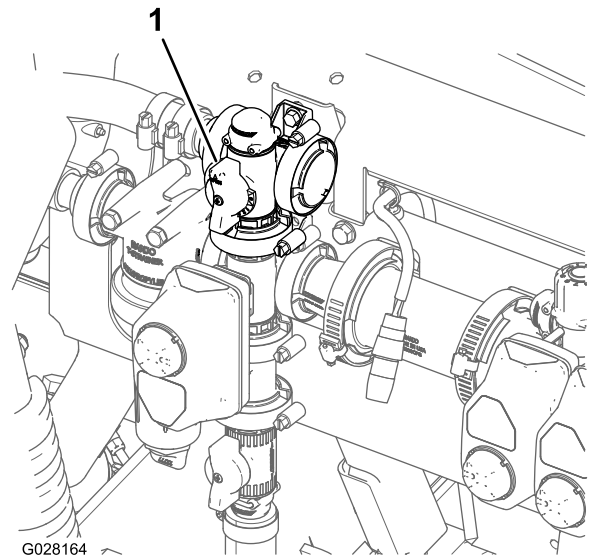

Figure 39
9. Réglez la vanne de dérivation d'agitation (Figure 39) à l'arrière de la vanne d'agitation jusqu'à ce que la pression indiquée soit 689 kPa (100 psi).